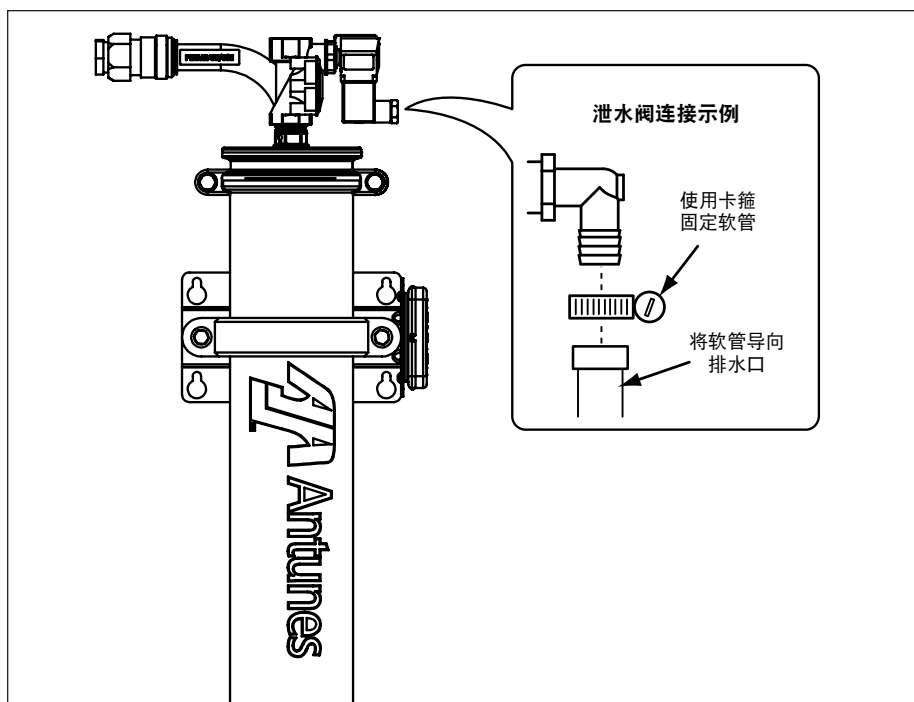

图 4. 排水阀连接
2. 使用适当的配件（未随附），将软管的一端连接至排水阀（图 4）。
3. 将软管的另一端导至排水孔（图 4）。针对硬质排水管道，推荐使用 O 形圈密封接头（未随附）。